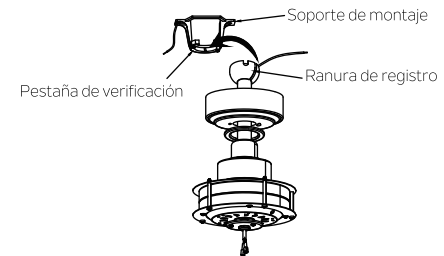

Fig. 9
**Paso 5.** Ahora, levante el cuerpo del motor hasta ubicarlo en posición y coloque la bola colgante dentro del soporte colgante. Gire hasta que la "pestaña de verificación" haya caído en la "ranura de registro" y se haya asentado con firmeza. (Fig. 9) El cuerpo del motor no girará si esto no se hace correctamente.